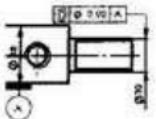

图 6-106 形位公差
(7) 形位公差。插入如图 6-106 所示的形位公差的操作步骤如下: